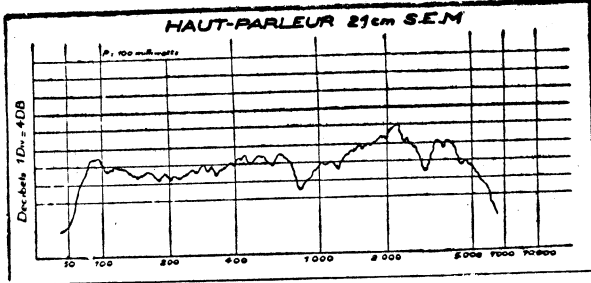

Fig. 3. — Courbe de réponse du haut-parleur S.E.M. de 17 cm. de diamètre.
**ELECTROACOUSTIQUE.** — En dépit des tentatives de normalisation, les haut-parleurs présentent une admirable richesse de diamètres, depuis 8 cm. jusqu'à 45 cm., avec puissances graduées de 0,8 à 40 watts. En général, la réponse a été améliorée, surtout pour les notes graves; certains affirment « descendre » jusqu'à 50 p/s sans distorsion prohibitive. L'aimant permanent ne cesse de gagner du terrain; il garnit maintenant 25 % de la fabrication (proportion beaucoup plus élevée aux Etats-Unis). On utilise les alliages à trempe magnétique, tels que ticonal et alnico, traités sur champ à haute température (1.200° C). Les avantages de l'aimant permanent sont multiples; en particulier, il favorise une réduction de poids avec une augmentation du rendement (Auda, Musicalpha, S.E.M. (fig. 3), etc.).